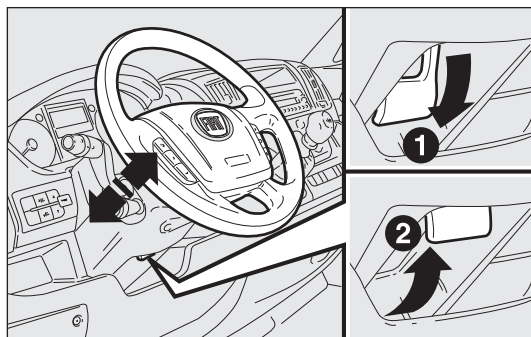

fig. 39
- ☐ débloquer le levier fig. 39 en le tirant vers le volant (position 2);